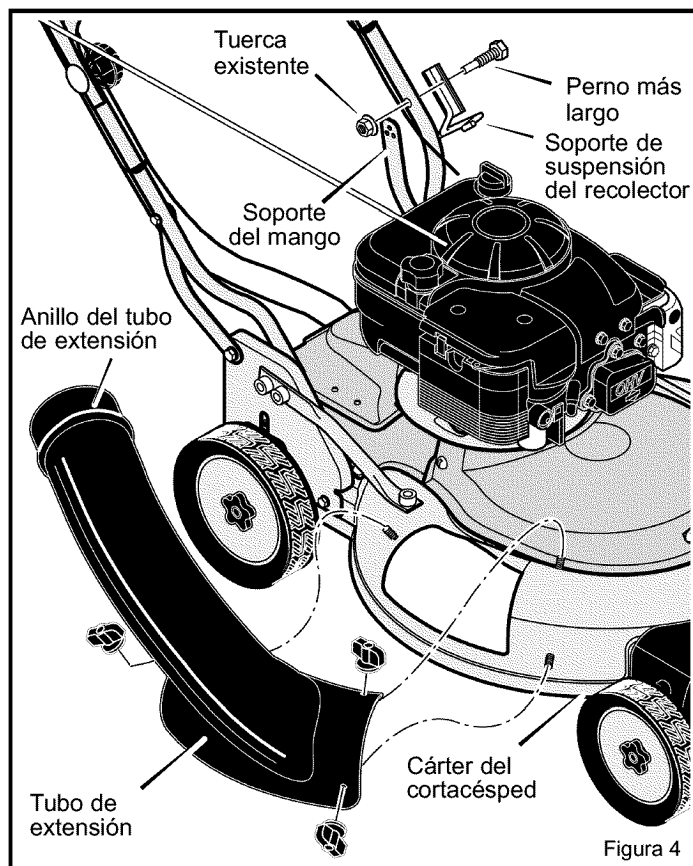

Figura 4
1. Quite los pernos del mango inferior que sujetan el **soporte del mango** del lado izquierdo (vea la Figura 4).
2. Use el **perno largo**, que viene con el recolector de hierba, y la **tuerca existente** para sujetar el **soporte de suspensión del recolector** al mango inferior (vea la Figura 4).
3. Asegúrese de que la **abrazadera** se deslice sobre el **anillo del tubo** y suelte la **abrazadera** (vea el anillo del tubo de extensión en la Figura 4).